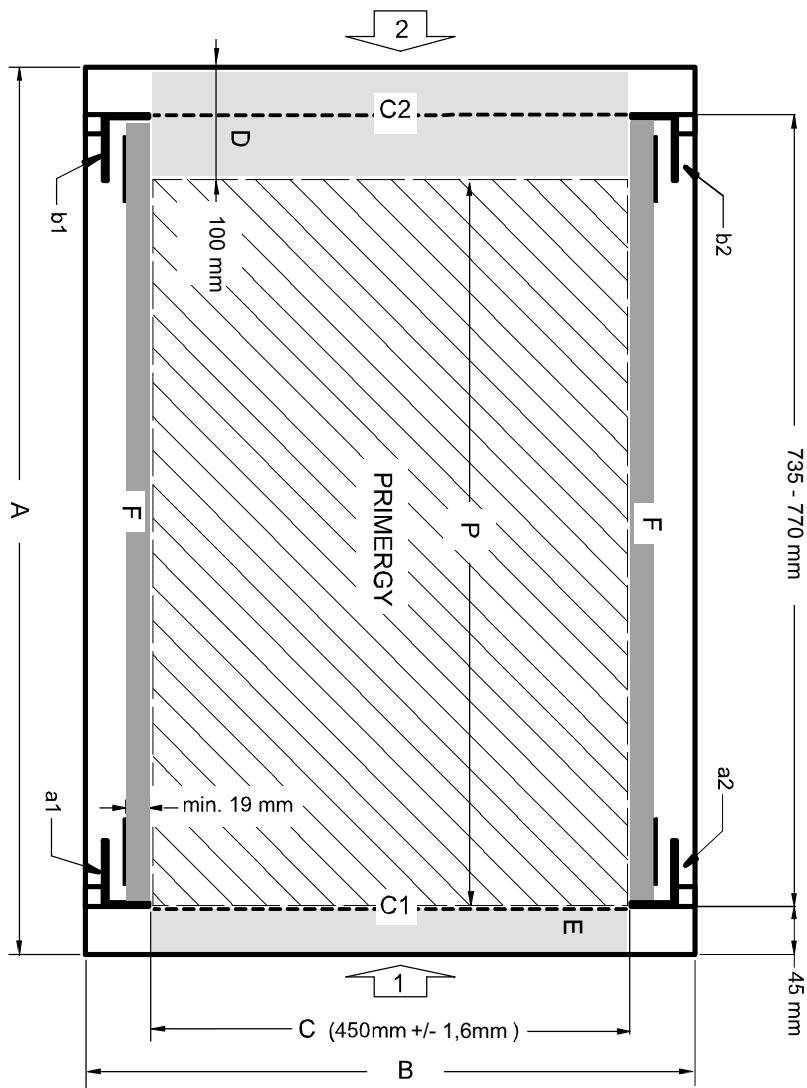

Bild 2: Mechanische Voraussetzungen
- Einbaumaße (siehe die im Bild 2 auf Seite 51 dargestellten Maße):